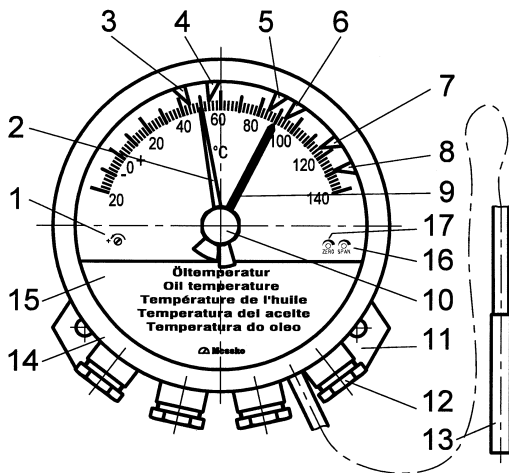
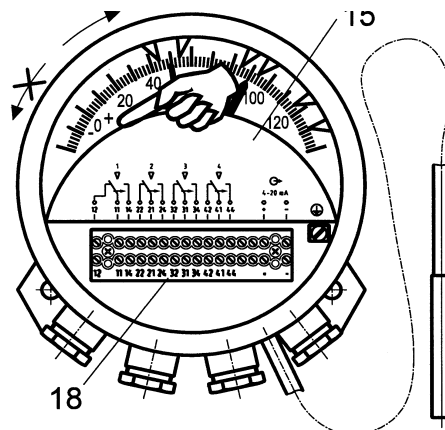

Fig.1
Fig.2
El termómetro indicador se monta en el transformador con la placa de fijación (Fig.1, P.11). La distancia entre los orificios de fijación es de 140 mm, el diámetro de los agujeros es de 9 mm. El lugar de montaje debería ser escogido de manera que no se produzcan ni vibraciones ni oscilaciones de red. La posición de montaje debe ser vertical.
2.3 Sonda térmica (Fig.1, P.13)
2.4 Anillo de cierre de bayoneta (Fig.1, P.14)
Para conectar los conductores eléctricos, para ajustar y controlar los microconmutadores es necesario extraer el anillo de cierre de bayoneta. Para ello, se gira éste hasta el tope en el sentido contrario al de las agujas de un reloj y entonces se extrae. Para desenroscar el anillo de cierre de bayoneta hay que tener en cuenta la posición correcta de la aguja de arrastre (Fig.1, P.9). Este debe estar a la derecha de la aguja (Fig.1, P.2). Volver a colocar el anillo de cierre de bayoneta y girar hasta el tope en el sentido que marcan las agujas de un reloj.
2.5 Indicador de arrastre (Fig.1, P.9)
El indicador de arrastre se acciona por la aguja e indica su desviación máxima a la hora de medir la temperatura. La regulación de la aguja de arrastre se realiza a través del mando (Fig.1, P.10).
3.1 Conexión eléctrica (Fig.2)
Quitar el anillo de cierre de bayoneta. Para conectar levantar (Fig.2) el diafragma de cierre (Fig.1, P.15). Se quita la envoltura del cable de conexión necesario en un tramo de 160 mm de longitud, y las conducciones de conexión se enchufan mediante las uniones roscadas PG (Fig.1, P.12). La tuerca de presión de las uniones de cable se hace girar hasta que el anillo obturador haya cerrado el cable de forma que sea impermeable a los líquidos. Cada una de las conducciones de conexión se conectarán según el esquema de conexión (véase página12, Fig.6) representado en la parte interior del diagrama de cierre. En el dorso se encuentra una representación detallada de los bornes de conexión. Bajar el diafragma de cierre y colocar de nuevo el anillo de cierre de bayoneta.
3.2 Controlar los microinterruptores (Fig.2)